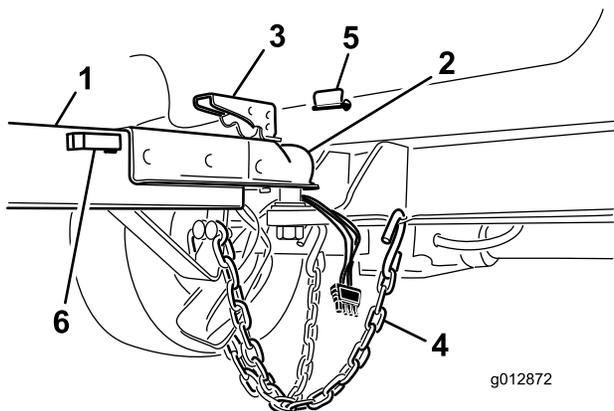

Figure 11
2. Levez le levier du coupleur sur la flèche tout en abaissant le couvercle sur la boule d'attelage (Figure 11).